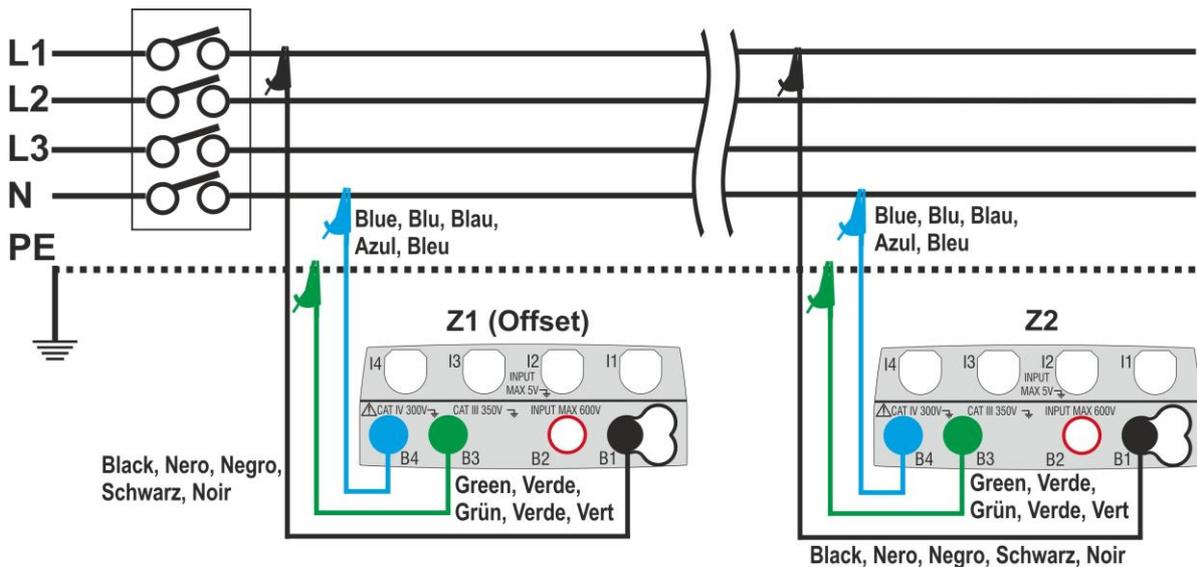

Fig. 34 : Connexion de l'instrument en mode mesure chute de tension L-N
- 10 Passez à l'étape 9 dans le cas du réglage manuel de la valeur de l'offset Z1. **En cas de NON configuration manuelle de la valeur de l'Offset Z1**, connecter l'instrument au point initial de la ligne principale du test (généralement en aval d'un dispositif de protection) selon les Fig. 34 ou Fig. 35 de manière à exécuter la première mesure d'impédance **Z1 (Offset)**. Dans ce cas, l'instrument va exécuter la mesure d'impédance en amont du point initial de la ligne principale du test, il prend comme référence de point de départ. L'écran suivant (concernant la mesure LL) est affiché
- 13 Connectez l'instrument au point final de la ligne d'essais conformément à la Fig. 34 ou Fig. 35 de manière à effectuer la mesure d'impédance à l'extrémité de la ligne **Z2**. L'écran suivant est affiché. On notera la présence d'une valeur d'affichage **Z1 (offset)** mesurée précédemment